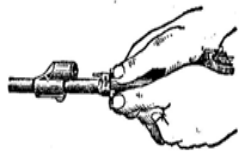

Рис. 35. Сдвигание соединительной муфты
6. **Отделить цевье** (цевье отделяется в редких случаях: при удалении складской смазки, после попадания автомата в воду и т.п.). Взять автомат левой рукой за цевье, правой рукой с помощью отвертки или пенала принадлежности повернуть замыкатель цевья на пол-оборота вперед; большими пальцами обеих рук (рис. 35) сдвинуть соединительную муфту с цевья к газовой камере; подать цевье вперед и отделить его от ствола.